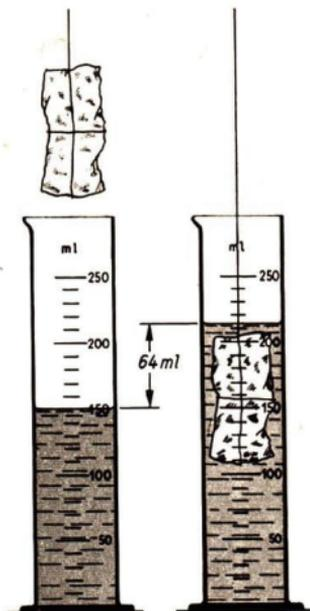

Abb. 27/1. Bestimmung des Rauminhalts eines Steines
**4. Raummessung fester Körper durch Verdrängung einer Flüssigkeit.** Den Rauminhalt unregelmäßig geformter fester Körper können wir nicht durch Berechnung ermitteln. Wir wenden dazu unsere Kenntnisse von der gegenseitigen Verdrängung der Körper an. Tauchen wir einen Stein in Wasser, so verdrängt er soviel Wasser wie seinem Volumen entspricht. Ein Meßzylinder wird zum Teil mit Wasser gefüllt und der Rauminhalt der Flüssigkeitsmenge abgelesen (Abb. 27/1). Nun tauchen wir den Stein in die Flüssigkeit. Der Wasserspiegel steigt um soviel Milliliter, wie der Rauminhalt des Steines beträgt.